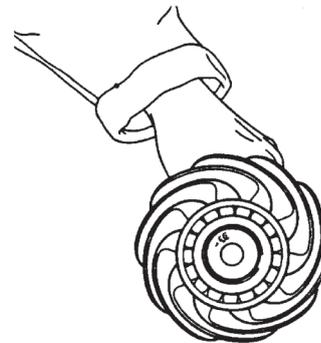

Figura 103
P. Verifique e anote o número gravado no topo do pinhão. Este valor indica, de acordo com o sinal que o antecede, quantos centésimos de milímetros devem ser adicionados ou subtraídos da cota nominal específica corrigida. (Figura 103).